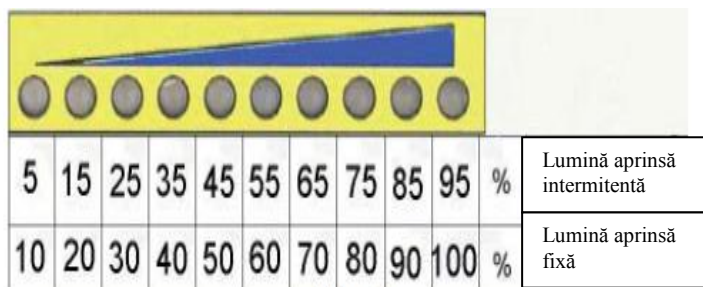

Fig.8
11. PUNERE ÎN FUNCȚIUNE (Fig. 8/9/10)
Scara de vizualizare a debitului de material (fig. 8) împărțită în led-uri luminoase indică numărul de rotații în procent, al pompei cu șuruburi.